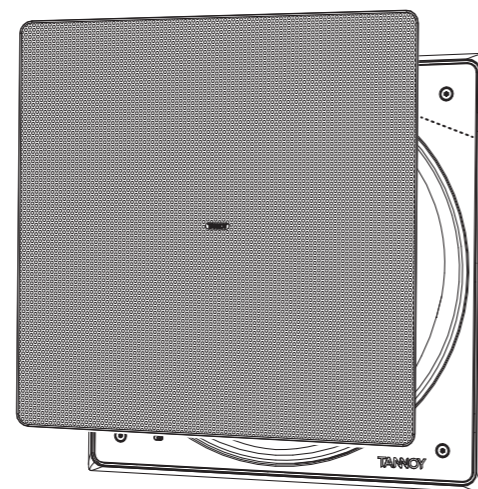

Fig. 11. Installing the Grille
1. Het rooster moet zorgvuldig worden gemonteerd door de randen van het rooster zorgvuldig uit te lijnen met de binnenranden van het schot en het frame (Fig. 11). Druk niet op het midden van het rooster om beschadiging door deuken te voorkomen; oefen gelijkmatige druk uit op elke hoek terwijl deze stevig op zijn plaats wordt gedrukt.